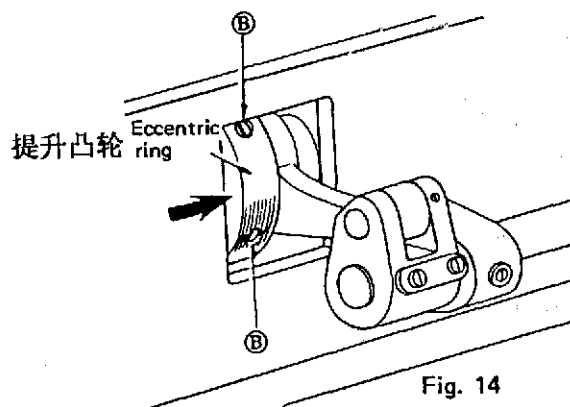

Fig. 14
- (1) Ослабьте эксцентричное кольцо установочного винта (B) на задней панели.
- (2) Удерживая эксцентричное кольцо рукой или отверткой, установите его, вращая маховик медленно вручную.
- (3) При вращении маховика по направлению к себе ход шагающей прижимной лапки замедляется.
- (4) При вращении маховика в обратном направлении ход шагающей прижимной лапки ускоряется.
- (5) После установки плотно закрепите винт (B), прижимая эксцентричное кольцо в направлении, указанном стрелочкой на рис. 14.